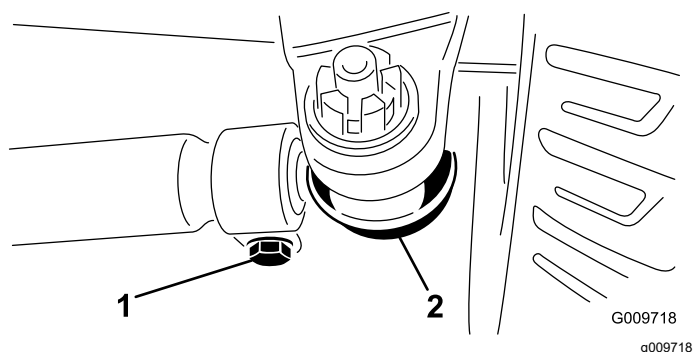

**Figura 115**
tirantului (Figura 115). Îndepărtați articulația sferică a tirantului de pe suportul carcasi axului.
4. Slăbiți clemele de la ambele capete ale tirantului (Figura 115).